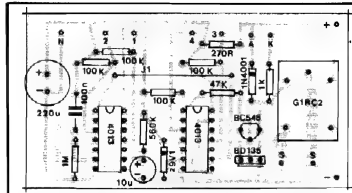

Fig. 3
- **FIG. 3 - CHAPEADO DA MONTAGEM** - A parte "gostosa" da montagem é, conforme opinião da maioria dos Hobbystas, colocar e soldar as peças no Impresso... A figura mostra, para tanto, a placa já com todos os componentes principais posicio-